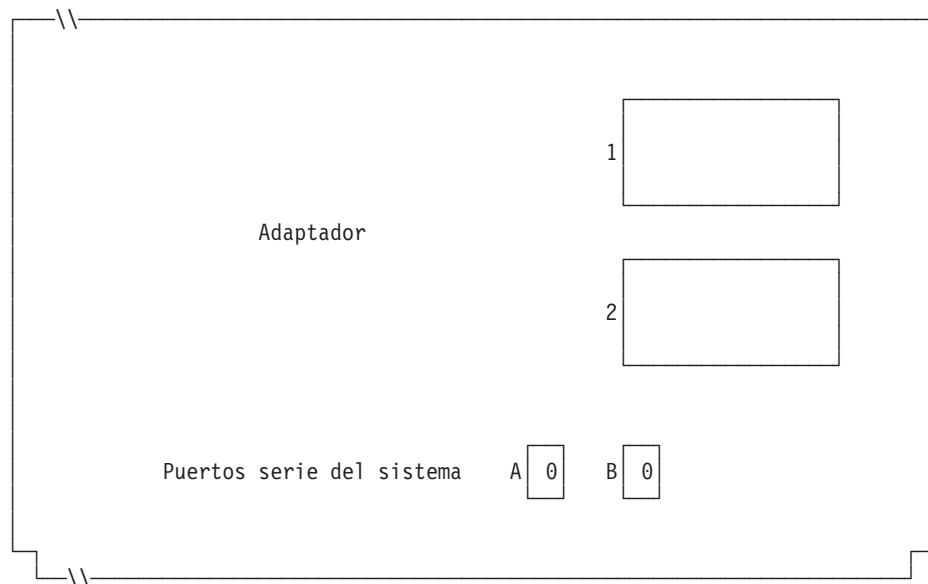

Figura 113. Lado derecho de la parte posterior del Controlador/Terminal IBM 4694-2x7
6. Si las aplicaciones de terminal utilizan el puerto asíncrono, anote el número de puerto en la Figura 113. Especifique un 0 para los puertos no utilizados por el terminal. Los números de puerto válidos son 1, 2, 3, 4.